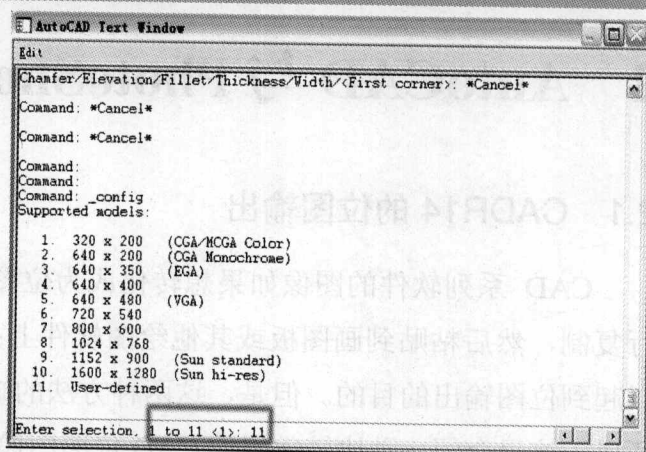

图 2-5
(3) 运行操作后，弹出如图 2-5 所示的“Auto CAD Text Window”对话框，在该窗口中共有 11 种图像输出模式，选择【用户自定义】(User-defined) 模式，在“Enter selection.1to11”提示行后输入 11，按“Enter”键。
(4) 设定分辨率：按【回车】键会弹出参数设定行，在“Enter Width in pixels, 16-8000”提示行后输入 2048，在“Enter height in pixels, 16-8000”提示行后输入 1556，设置完毕后按【回车】键确定。